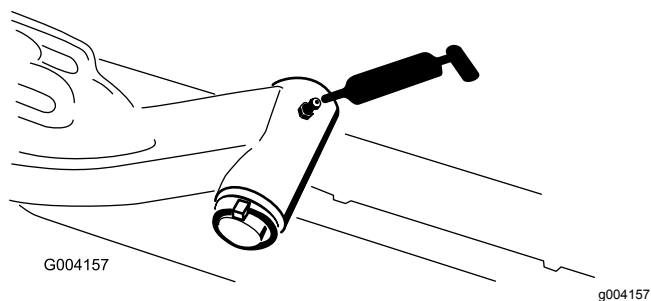

Figura 66
- Albero del perno del braccio di sollevamento (1 cad.) (Figura 66)